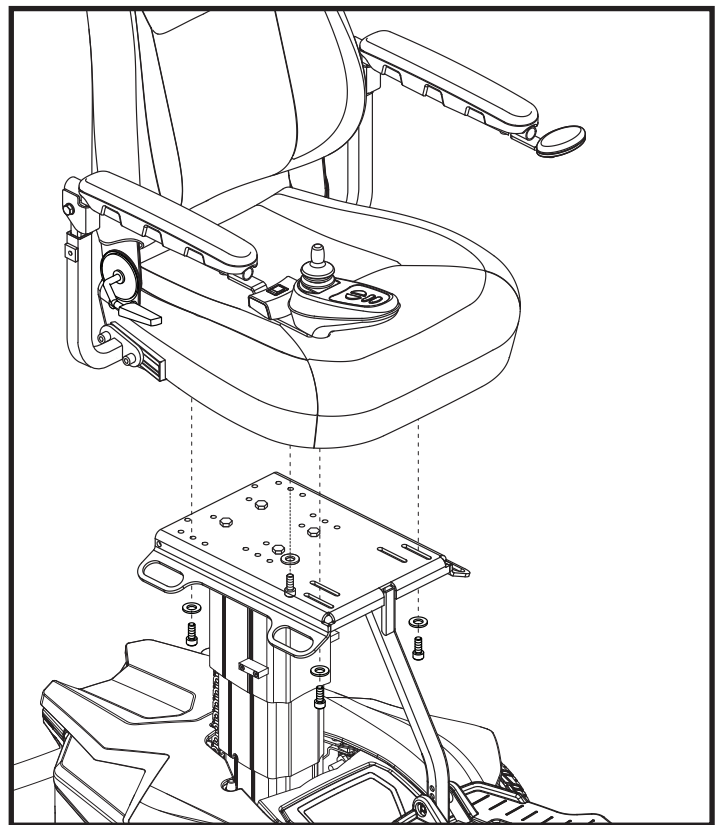

Figure 9. Installation du siège
9. Basculez le siège vers l'arrière. Commencez avec le boulon et la rondelle avant à travers la fente dans la plaque du siège et alignez avec le trou taraudé dans la partie inférieure du siège. Commencez à serrer à la main, laissez lâche. **Voir la figure 9.**